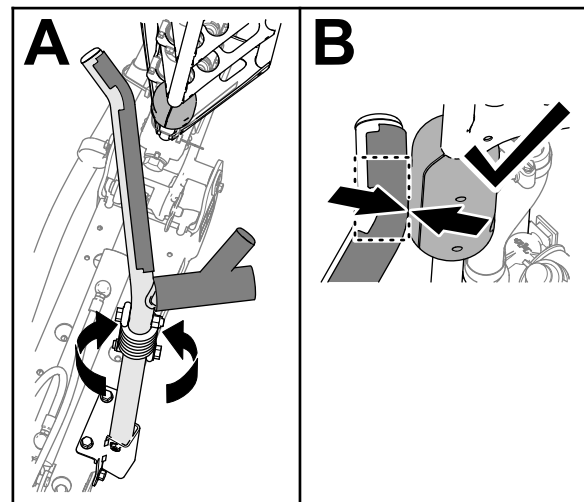

Figure 105
4. Tournez le berceau jusqu'à ce que le coude du tube soit en face du bloc coulissant sur le tube supérieur de la rampe extérieure (Figure 105).
Remarque: Les blocs doivent toucher le berceau au niveau du coude du tube supérieur (Figure 105).